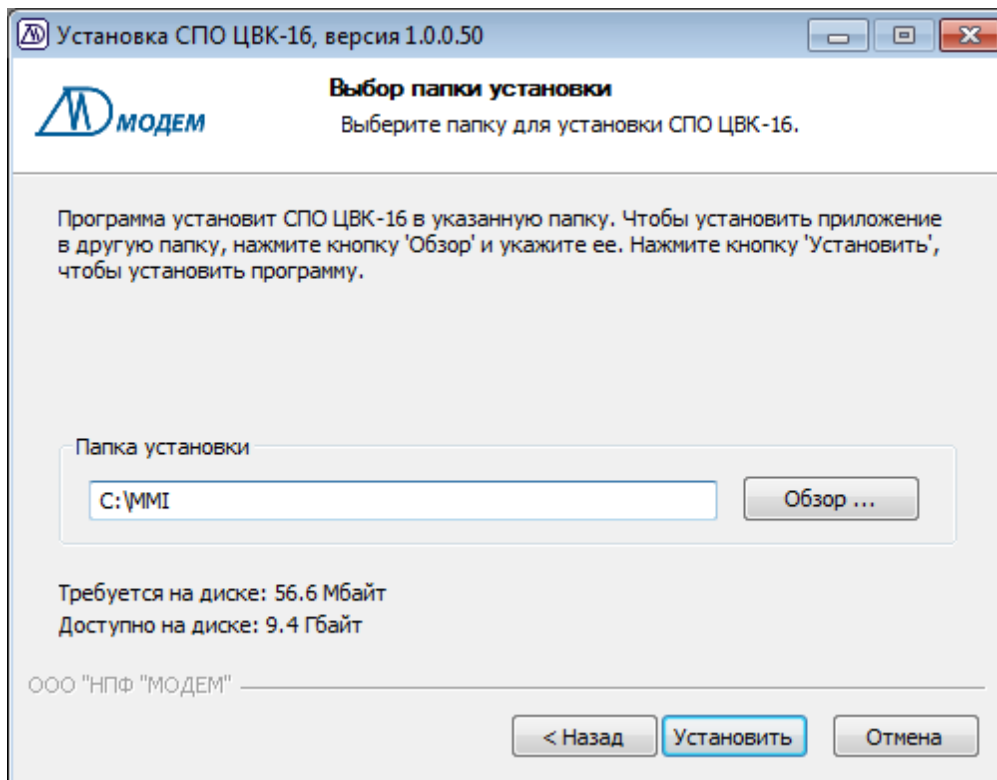

Рисунок 2.4. Задание каталога для установки программы
- 4) Для продолжения необходимо нажать кнопку “Далее” и в появившемся окне задать каталог для установки программы (рис.2.4);